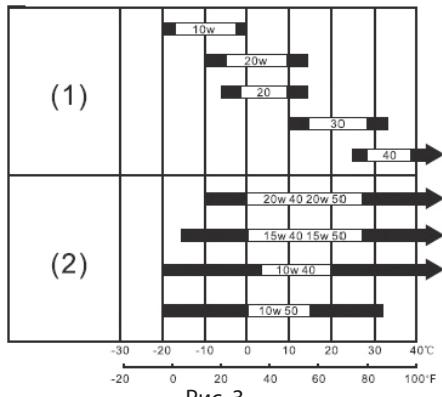

Рис. 3
- Шкала вязкости масла для его выбора (Рис. 3).